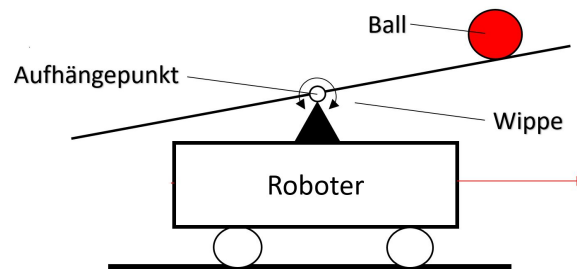
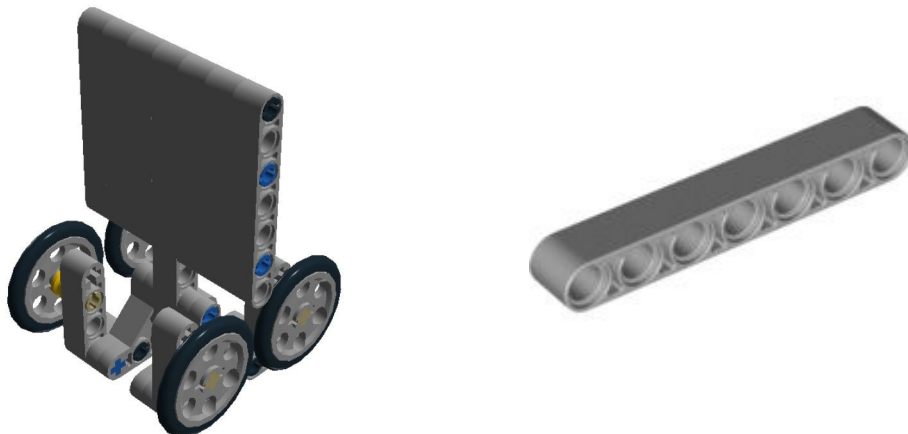
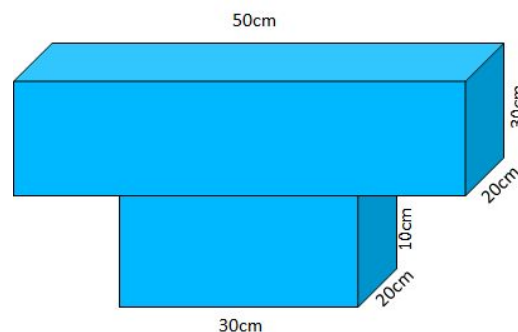

Abbildung 1: Roboter mit Wippe und Ball.
Abbildung 3: Wagen (links) und Bauteil „Strebe“ der Länge 7LE (rechts).
Abbildung 5: Maximal zulässige Abmessungen für Roboter mit Wippe.
Ziel der Aufgabe ist es, ein Roboterfahrzeug zu bauen, welches einen unbekanntem Hindernisparcours, der durch eine schwarze Linie vorgegeben ist, selbständig und möglichst schnell abfährt. Dabei muss auf einer Wippe, die sich auf dem Roboter befindet, ein Ball transportiert werden (siehe Abbildung 1), ohne dass dieser von der Wippe herunterfällt. Dazu kann die Neigung der Wippe aktiv durch einen Motor angepasst werden.
Da die Messung der Position eines Balles auf der Wippe durch die vorhandenen Sensoren nicht zuverlässig möglich ist, soll ein rollender Wagen, der auf einer Schiene fährt, statt eines Balles verwendet werden. Für die Vorrunde und das Finale wird ein Wagen gemäß Abbildung 3 gestellt. Für das Testen der Regelung ist eine Bauanleitung auf der Website des Roboraces zu finden. Mit den Rädern wird der Wagen auf die Schienen der Wippe gesetzt. Es muss darauf geachtet werden, dass sich der Wagen auf den Schienen frei bewegen und sich nicht verkantet kann oder eingeklemmt wird. Zu Beginn der Läufe wird die freie Beweglichkeit des Wagens überprüft. Falls sich der Wagen während des Laufes dennoch merklich verkantet oder eingeklemmt, wird der Lauf beendet. Im Folgenden wird der Wagen als "Ball" bezeichnet.
Die Schienen der Wippe müssen aus den Bauteilen „Strebe“ (siehe Abbildung 3 rechts bzw. Prüfliste) der Länge 7 Lego-Einheiten (LE) bis 13LE gebaut werden. Dabei müssen die Löcher der Legobauteile, und nicht die glatte Seite, nach oben zeigen. Außerdem müssen sich, wie in Abbildung 1 zu sehen, die Schienen auf Höhe des Aufhängepunkts der Wippe befinden. Der Abstand zwischen den beiden Schienen ist durch die Breite des Wagens (ca. 7LE) vorgegeben (die Räder sollen mittig auf den Schienen rollen). Es muss stets darauf geachtet werden, dass sich der "Ball" während der Fahrt nicht verkantet und nicht eingeklemmt wird. Die Länge der Wippe ist durch die maximal zulässigen Maße des Teamroboters (Abbildung 5) begrenzt.
Zu keinem Zeitpunkt darf der Teamroboter mit Wippe folgende maximale Maße überschreiten: 50 x 20 x 40cm (Länge, Breite, Höhe). Unter einer Höhe von 10cm darf der Roboter eine Länge von 30cm nicht überschreiten (siehe Abbildung 5), um eine reibungsfreie Fahrt durch den Parcours zu gewährleisten.